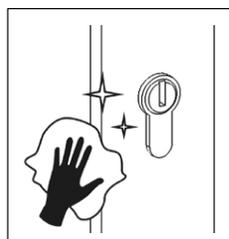

Fig. 4
4. Limpe a área ao redor da fechadura **no interior da porta** com um produto de limpeza sem solventes (por exemplo, limpador de vidros sem solventes). A superfície adesiva deve estar seca, limpa e livre de gordura e poeira (fig. 4).